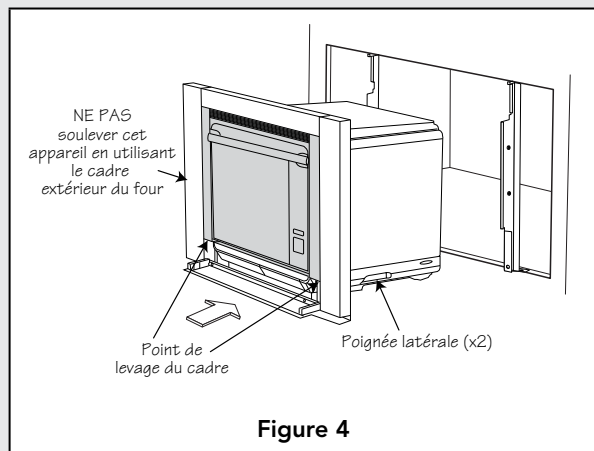

Figure 4
2. Soulever et installer le four à l'aide d'un minimum de 2 personnes. Placer le four près de l'ouverture du mur ou de l'armoire, voir Figure 4. Brancher le cordon d'alimentation dans la prise électrique.